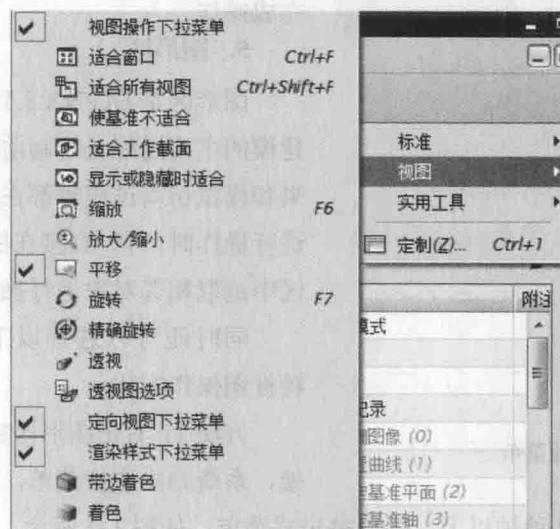

图 1-7 “视图”工具栏部分按钮
② 把光标移动到“添加或移除按钮”→“视图”位置，弹出一个下拉列表，包含该项目下所有工具按钮(图 1-7)，单击某个按钮，该按钮可以显示在屏幕上，再单击一次对该按钮进行隐藏。
(4) 拖动工具条到屏幕上的合适位置，完成设置。